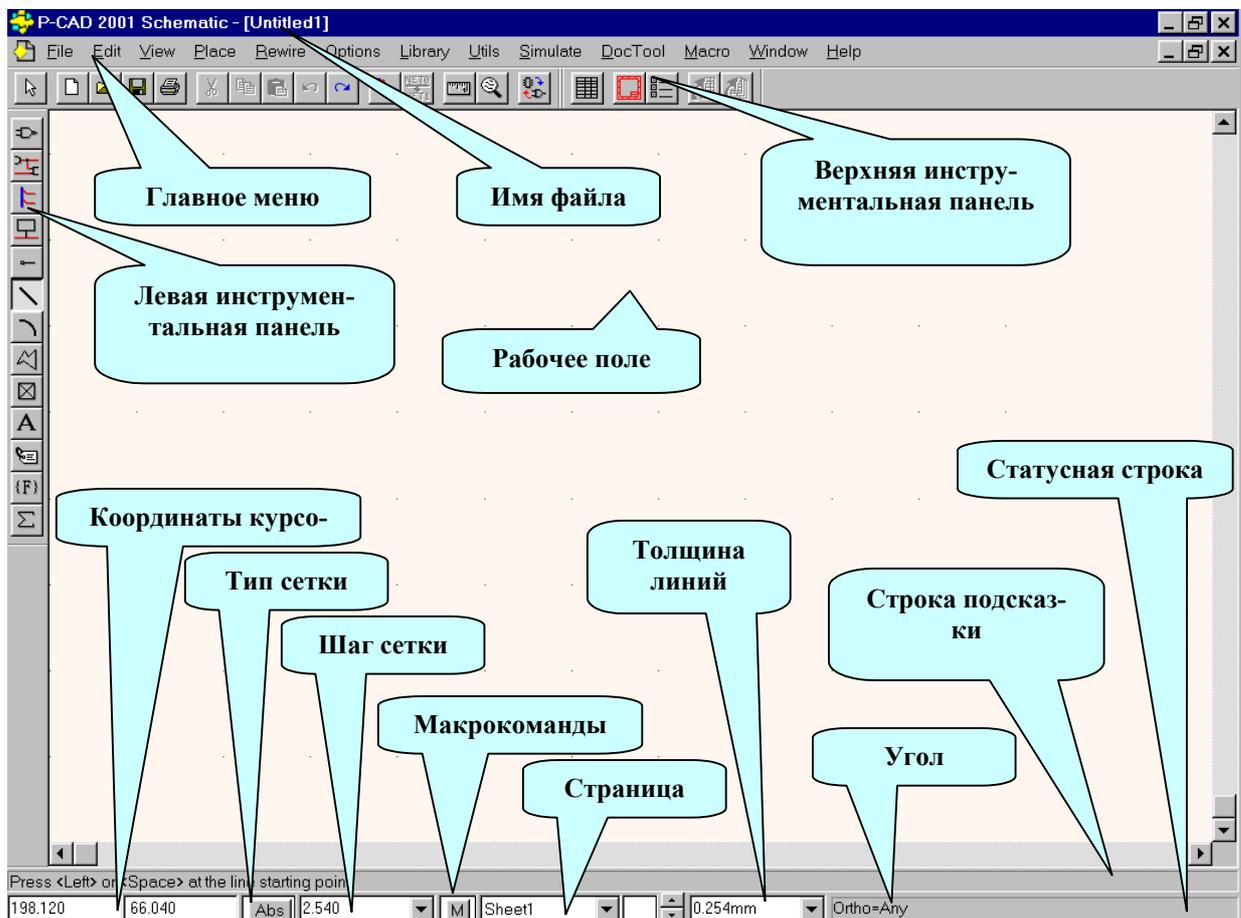

Рис. 3-2. Экран схемного редактора
2) Появится заставка пакета, а затем рабочий экран редактора схем **Schematic** (см. рис. 3-2).
Теперь все линии будут рисоваться толщиной 1 мм. Оперативно изменять толщину текущей линии можно с помощью окна со списком в статусной строке (см. рис. 3-2). Здесь же можно задавать новые значения толщин. Для этого необходимо в окне редактирования набрать новое значение и нажать клавишу **ENTER**.